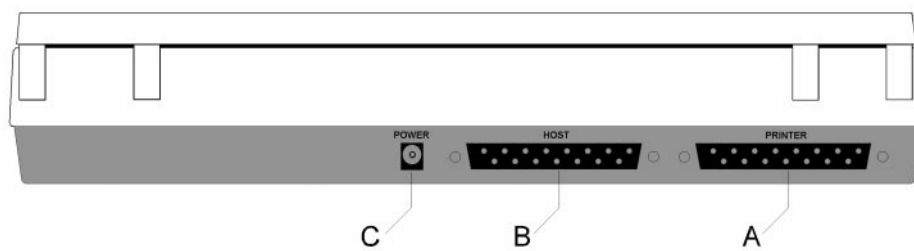

Figure 4: Face arrière du scanner
4. Connectez le câble de l'imprimante (s'il existe) à l'arrière du scanner à l'emplacement 'Printer' (connecteur A, figure 4).
6. Connectez l'autre extrémité du câble à l'emplacement 'Host' du scanner (connecteur B, figure 4).
7. Connectez le câble du transformateur d'alimentation au scanner (connecteur C, figure 4).
10. Branchez le câble de conversion EPP-USB au raccordement 'Host' du scanner (V. figure 4, connecteur B).
11. Raccordez le câble du transformateur d'alimentation au scanner (figure 4, connecteur C).